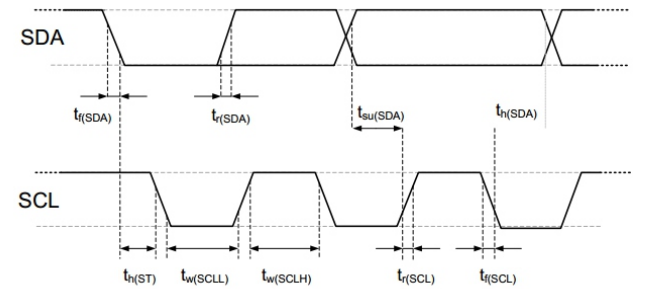

图17 数字输入/输出端的时序图、缩略语在表 8 中进行了解释。较粗的 SDA 线由传感器控制、普通的 SDA线由单片机控制。请注意 SDA 有效读取时间由前一个转换的下降沿触发。
SDA 引脚用于传感器的数据输入和输出。当向传感器发送命令时，SDA在串行时钟SCL的上升沿有效，且当SCL为高电平时，SDA必须保持稳定。在SCL下降沿之后，SDA值可被改变。为确保通信安全，SDA的有效时间在SCL上升沿之前，和下降沿之后应该分别延长至TSU and TH0-参考图17。当从传感器读取数据时，SDA在SCL变低以后有效 (TV), 且维持到下一个SCL的下降沿。
电气特性，如功耗、输入和输出的高、低电平电压等，依赖于电源供电电压。为了使传感器通讯顺畅，很重要的一点是，确保信号设计严格限制在表 7、8 和图 17 所给出的范围内）。
表 8 I²C快速模式数字输入/ 输出端的时序特性。具体含义在图 17 有所显示。除非另有注明。